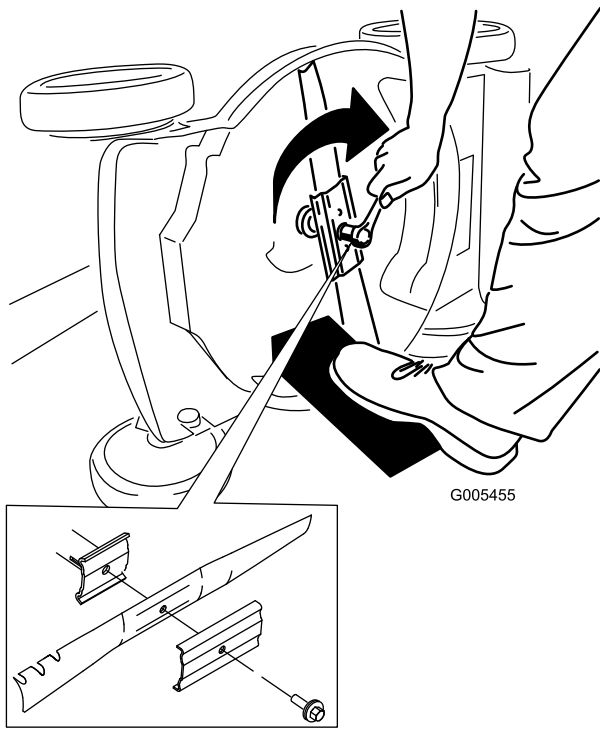

Figura 46
5. Instale la cuchilla nueva y todos los herrajes de montaje (Figura 46).